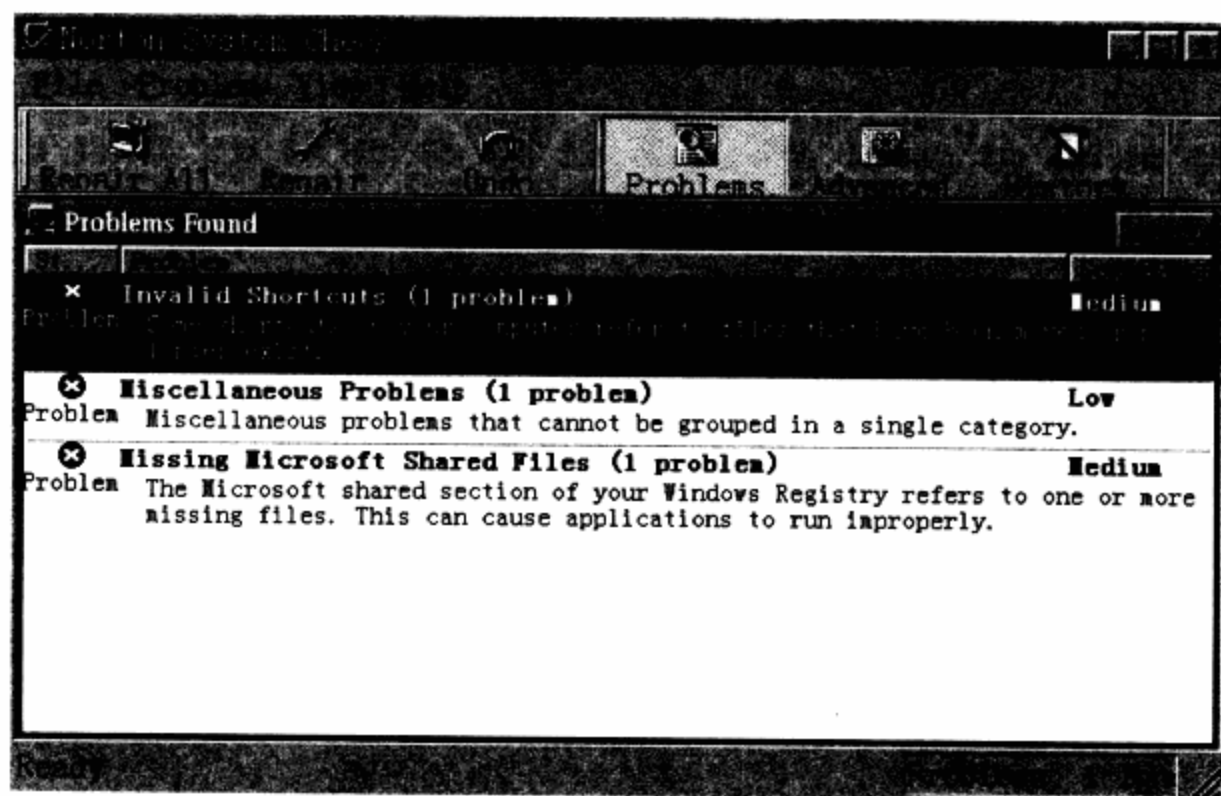

图6-12 对系统和磁盘检测后的错误信息报告
**步骤 03** 检测完成后，屏幕上会出现报告发现的错误信息框图，并询问是否修正。如果要修正错误，可单击Repair（修正）或Repair All（全部修正）按钮。如图6-12所示。